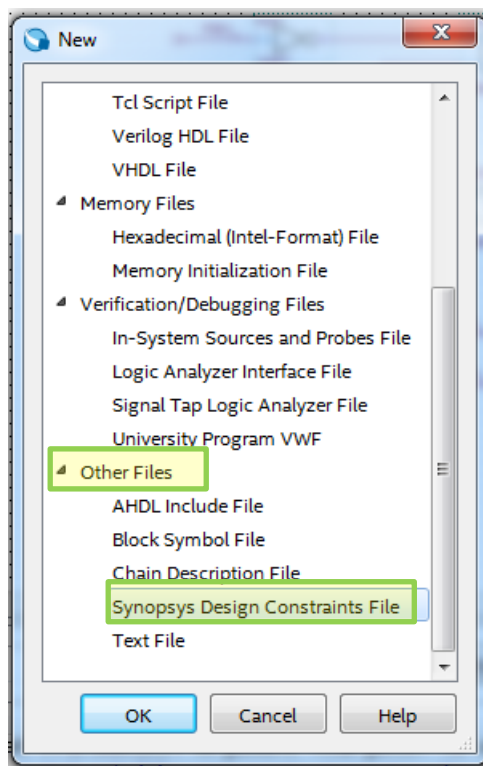

Рис. 34 Создание файла с временными требованиями
6.1. Создайте файл с информацией о временных требованиях (т.е. на какой частоте проект должен работать гарантированно) к проекту (рис. 34):